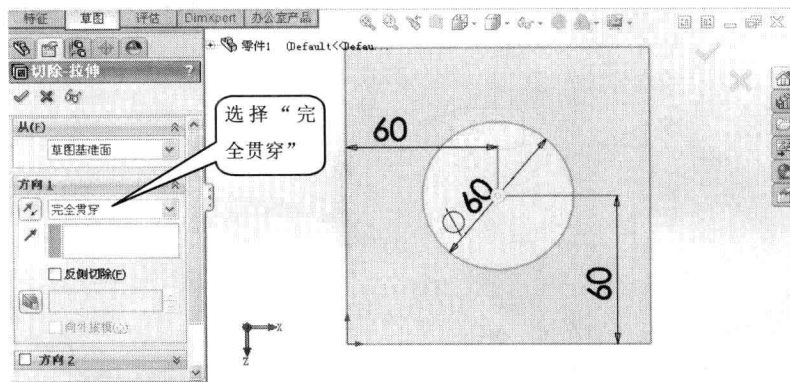

图 1-14 设置“切除-拉伸”属性
(5) 单击“确认角”按钮，结束并接受草图绘制。系统自动进入“切除-拉伸”属性设置状态。
(6) 将“方向 1”下的终止条件改为“完全贯穿”(如图 1-14 所示)，单击“确定”按钮，完成“切除-拉伸”操作。